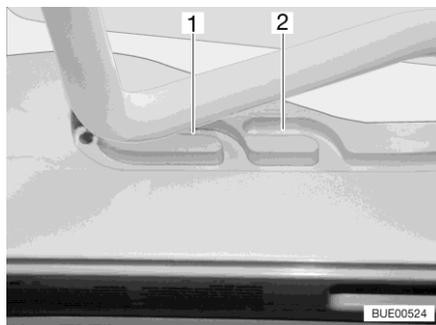
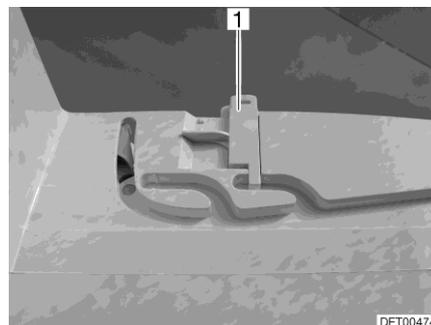

Fig. 96 Guida (posizione di ricircolo d'aria)
Fig. 97 Bloccaggio (posizione di ricircolo d'aria)
È possibile portare l'oblò Heki in due posizioni di ricircolo d'aria: Posizione brutto tempo (Fig. 96,1) e posizione centrale (Fig. 96,2). A seconda del modello, l'oblò può essere bloccato sulla posizione centrale del suo telaio con i due chiavistelli (Fig. 97,1) di sinistra e destra.
- Premere la staffa leggermente verso l'alto, spingerla nella guida selezionata (Fig. 96,1 o 2) ed eventualmente bloccarla.